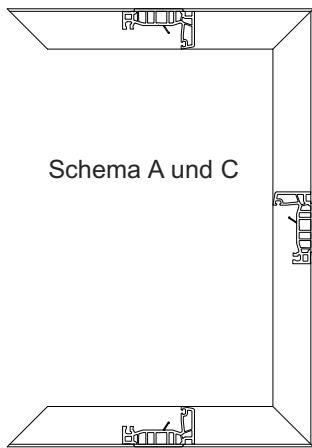

Abb. 3
- Schema A und C: Schneiden und Verschweißen Sie zuerst den Lux-Flügel **76268** (Abb. 3), bei Schema K entfällt dies
- Befräsen Sie den Überstand des Flügels 76269. Bei K beidseitig (Abb. 3).